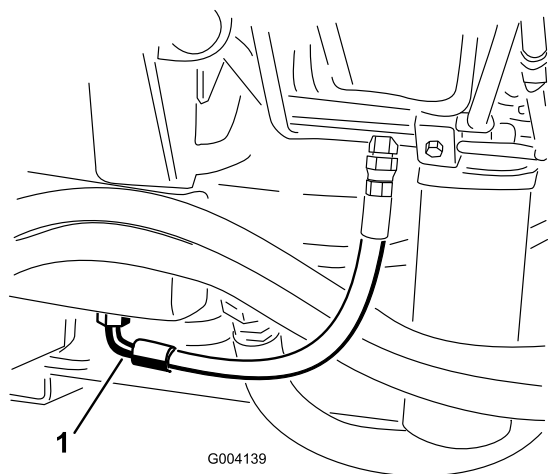

Figura 90
2. Collocate una bacinella di grandi dimensioni sotto il raccordo previsto sulla base del serbatoio del fluido idraulico (Figura 90).